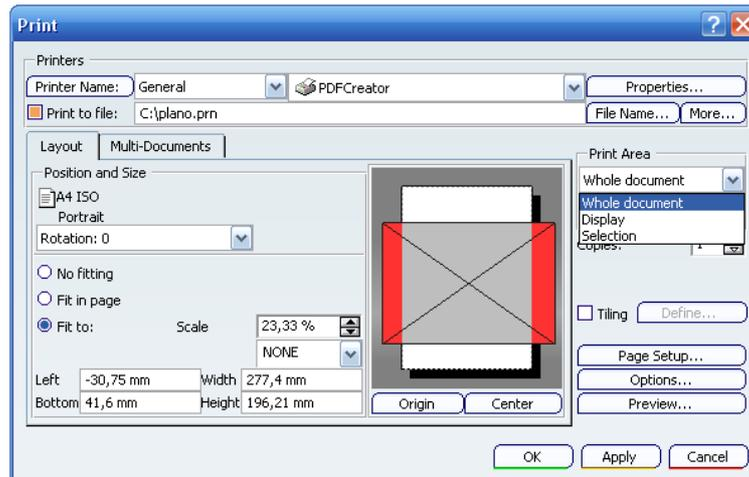

Ilustración 758: Print Area.
- **Zona Print Area:** en estas casillas se elige entre las opciones para determinar la zona del plano a imprimir (ver Ilustración 758).